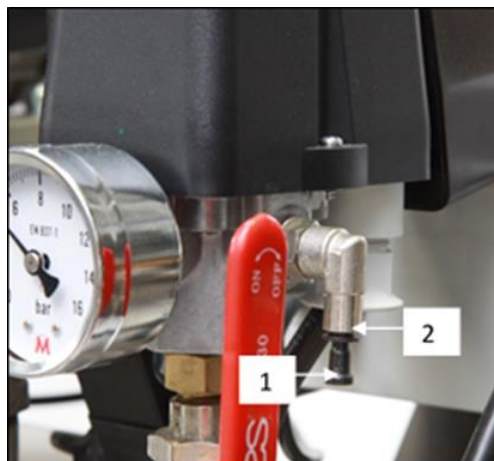

Fig. 15: Raccordement du manomètre de l'armoire au compresseur
- Vérifiez que le tuyau du manomètre de l'armoire est raccordé au bloc pneumatique du compresseur (Fig. 15).